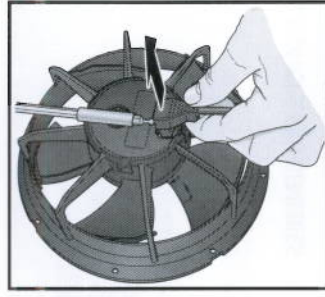

Abb. 2: Stecker entfernen
- > Lösen Sie den Stecker, eventuell mit Hilfe eines Schlitzschraubendrehers, siehe Abb. 2: Stecker entfernen.